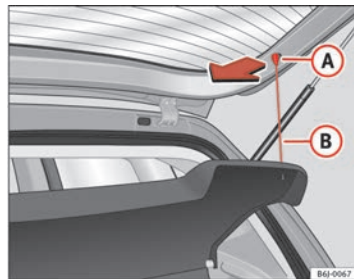

Abb. 85 Hutablage
- Die Streben ⇒ Abb. 85 B aus den Aufnahmen A aushängen.